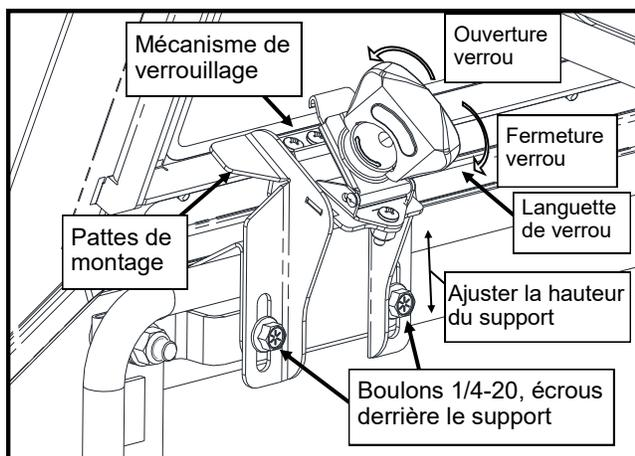

Figure 10.5 : Verrous de panneaux arrière
- 10.5 Installez un support de verrouillage de panneau arrière sur chaque languette et support du panneau arrière avec deux boulons hexagonaux à bride de 1/4-20 x 3/4 po et des écrous à brides par loquet (voir figure 10.5). Laissez libre.
- 10.6 Ouvrir les verrous de panneau arrière sur le panneau arrière inférieur en soulevant la languette et en la tournant dans le sens antihoraire. Accrocher le verrou sur le mécanisme du panneau arrière supérieur et tourner légèrement la languette du verrou dans le sens horaire pour fermer partiellement (voir Figure 10.5).